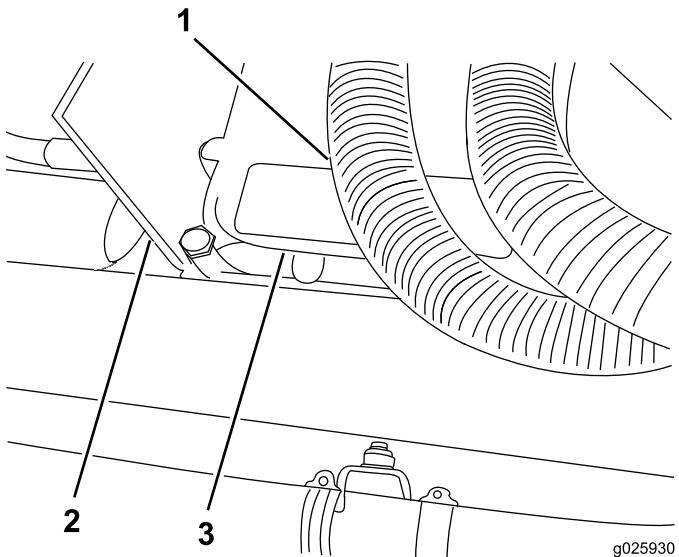

Рисунок 19
2. Для модели 1750: подсоедините жгут проводки к электронному регулятору, разместив жгут проводки под кожухом (Рисунок 19).